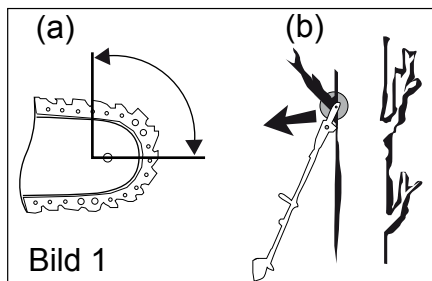

Bild 1
Rückschlag ist die Bezeichnung für ein blitzschnelles Zurückfedern des Hochentasters und des Schwertes von einem Gegenstand. Er tritt auf, wenn der Rückschlagbereich (siehe Bild 1/Abb.a) an der Spitze des Schwertes einen Gegenstand berührt oder das Holz den Hochentaster im Schnitt einklemmt. Bei einem Rückschlag erhält der Anwender einen kräftigen Stoß vom Hochentaster. Die Folge kann sein, dass er die Kontrolle über den Hochentaster verliert und sich schwer verletzt.
- Sägen Sie nicht mit der Schwertspitze (siehe Bild1/Abb.b). Beugen Sie sich beim Sägen nicht zu weit vor.